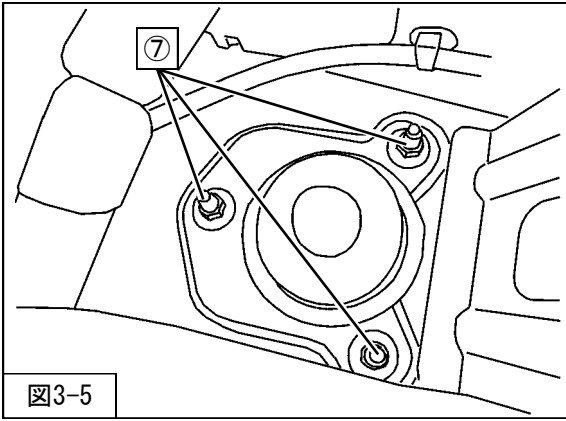

図3-5
7. ⑦リアサスペンションASSYアッパー取付ナットを取外してください。(図3-5)